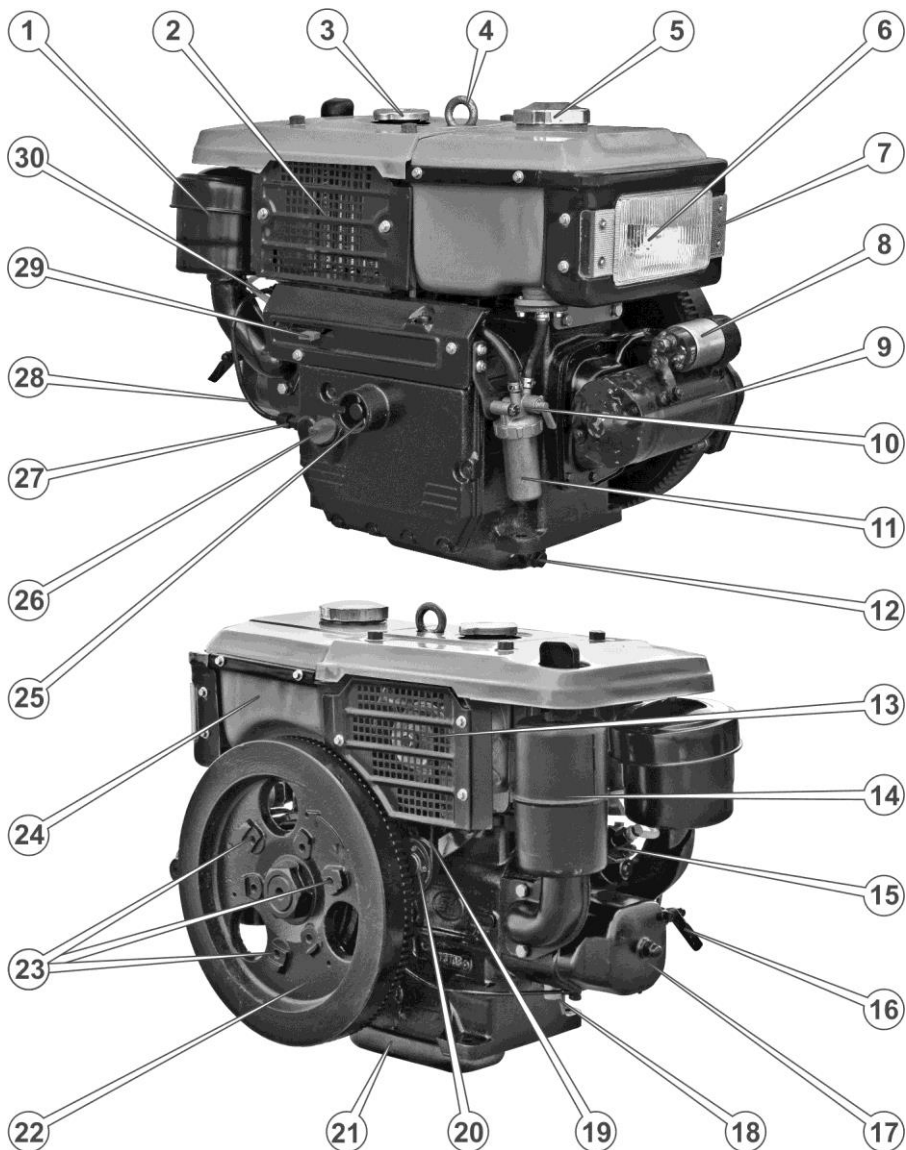

Рисунок 5. – Органи двигуна 90-92
**Зовнішній вигляд, комплектація і розташування складових частин двигуна 90-92 можуть дещо відрізнятися від зображених на рис. 5.**